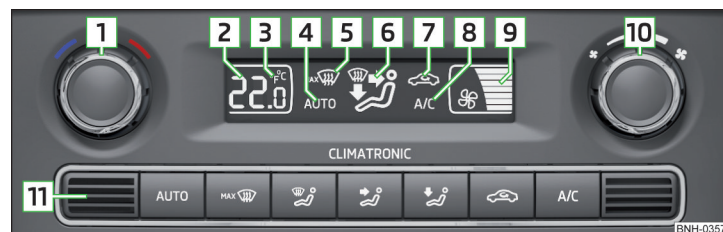

Fig. 94 Elementele de operare a Climatronic
Pentru **cuplare** apăsați tasta simbol . Pe afișaj apare simbolul  (Poz. **[7]** » **fig. 94 la pagina 93**).
## Funcțiile elementelor de operare individuale și ale indicatoarelor de pe afișaj » fig. 94
Valoarea setată a temperaturii se afișează pe afișaj (Poz. 2 » fig. 94).
Pe display se afișează datele în unitatea dorită de măsură a temperaturii (Por. 3 » fig. 94).
Turația setată a ventilatorului se prezintă pe afișaj prin afișarea numărului de segmente respectiv (poz. 9 » fig. 94).
Pentru **activare** apăsați tasta **AUTO**. Pe afișaj apare **AUTO** (Poz. 4 » fig. 94).
- Nu lipoți nimic peste senzorul pentru temperatura din interior (11 » fig. 94 și nu-l acoperiți, în caz contrar se poate influența în mod nefavorabil sistemul Climatronic.